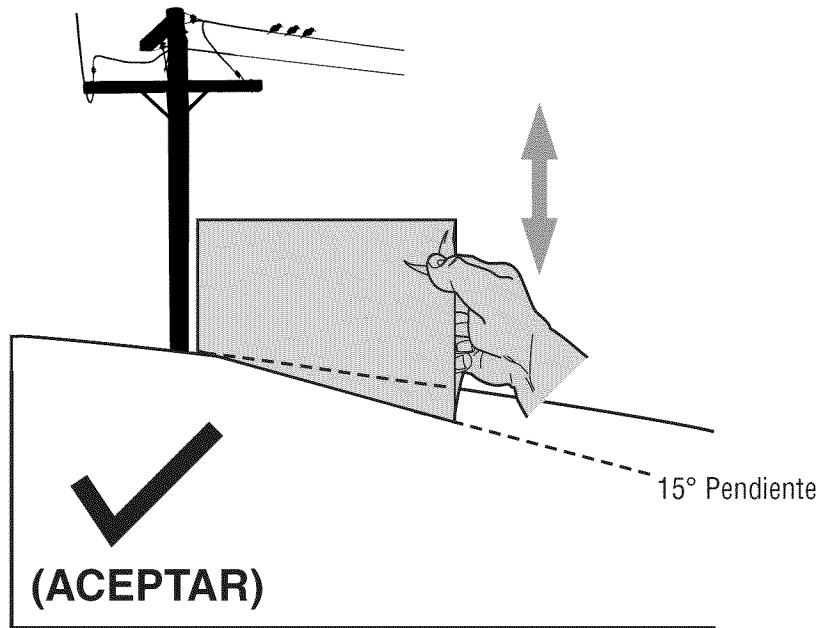

Figura 1
3. Alinee cada lado de pendiente de calibre con el objeto vertical (consultar Figura 1 and Figura 2 ).
4. Ajuste el pendiente de calibre arriba o hacia abajo hasta los toques esquina izquierda el pendiente (consultar Figura 1 and Figura 2).